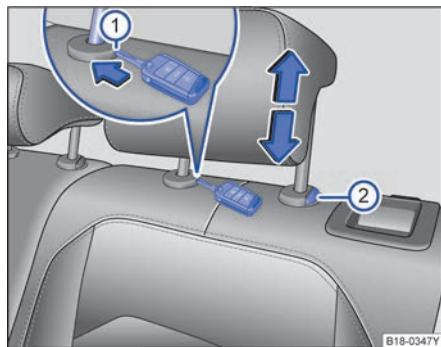

图 62 拆卸和安装后排头枕
- 将打开的轿车钥匙头插入护套的槽内 ⇒ 图 62 ①。
- 同时按压按钮②，另一人将头枕完全拔出。